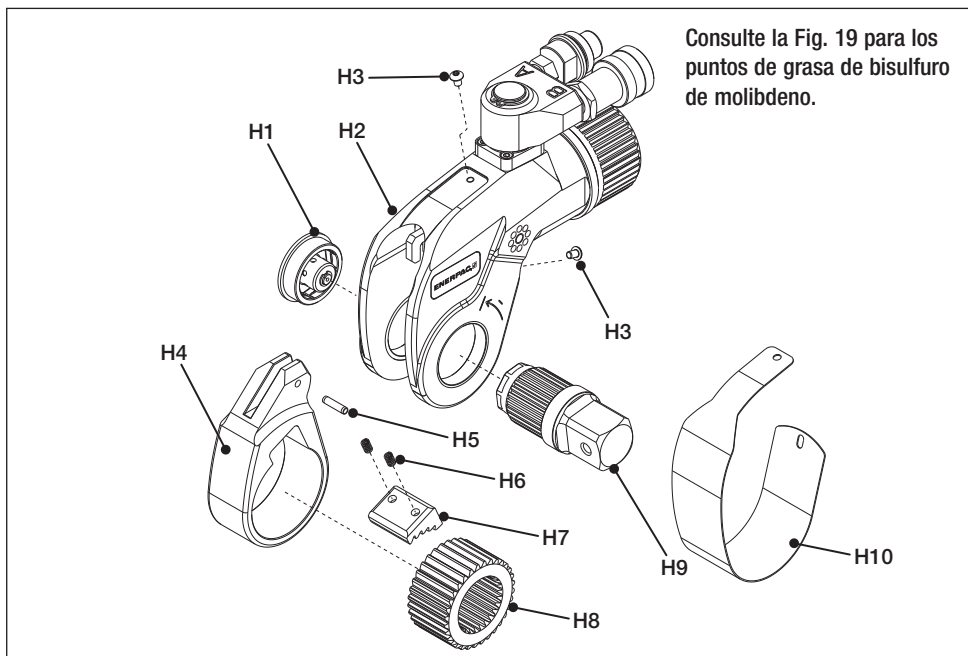

Fig. 18
(Fig. 18, 19 y 20)
- Carcasa (Fig. 18 y 22 pieza H2)
- Palanca de matraca (Fig. 18 y 22, pieza H4)
- Zapata de impulsión (Fig. 18 y 22, pieza H7)
- Matraca (Fig. 18 y 22, pieza H8)
- Eje de accionamiento (Fig. 18 y 22, pieza H9)